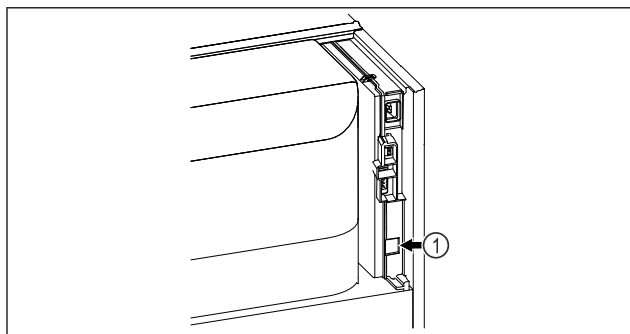

Fig. 74
- ☐ SmartModule Fig. 74 (1) è inserito.